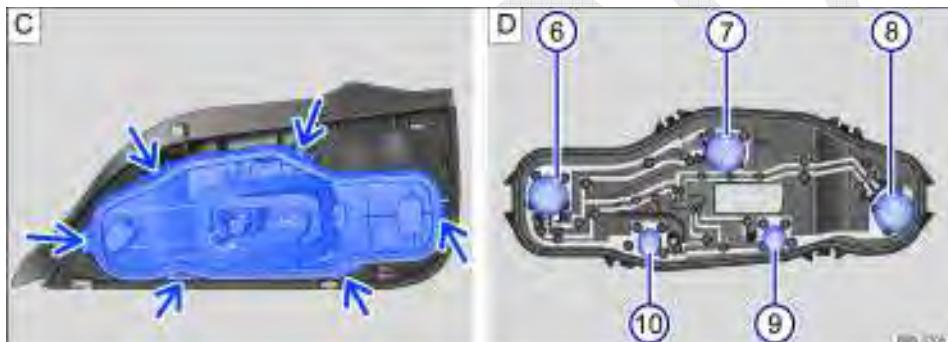

Fig. 152 Lanterna traseira: C: desinstalar o suporte da lâmpada, D: desinstalar a lâmpada incandescente.
9. Para destravar o suporte das lâmpadas, pressionar cada lingueta de travamento (setas) ⇒ Fig. 152 C no sentido das setas.
11. Para remover as lâmpadas incandescentes queimadas ⇒ Fig. 152 D, pressionar a lâmpada contra o suporte e girar no **sentido anti-horário** para removê-la.
15. Instalar o suporte das lâmpadas na lanterna traseira. As linguetas de travamento ⇒ Fig. 152 C (setas) devem encaixar de forma audível.
A localização e a identificação das lâmpadas incandescentes ⇒ Fig. 152 D estão relacionadas a seguir: